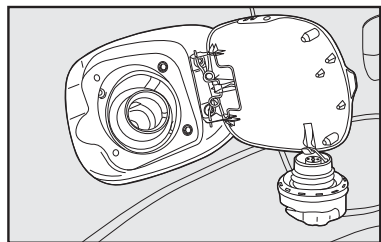

fig. 109
- após a retirada da tampa, encaixe-a no suporte existente na portinhola **fig. 109**.